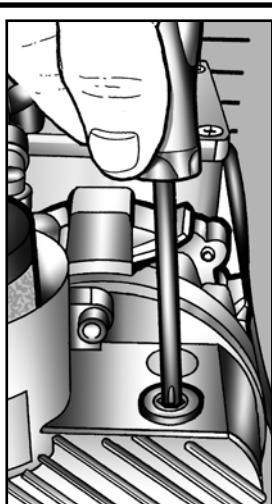

Fig. 10
- 7) Desenrosque con una llave hexagonal el tapón de carga del aceite situado en la parte superior de la bomba (**Fig. 10**).